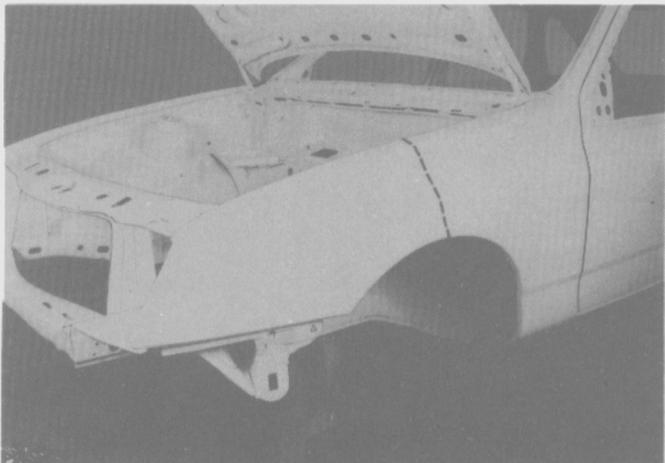

Fig. 67
- Marcar la línea de corte del guardabarro (Fig. 67).